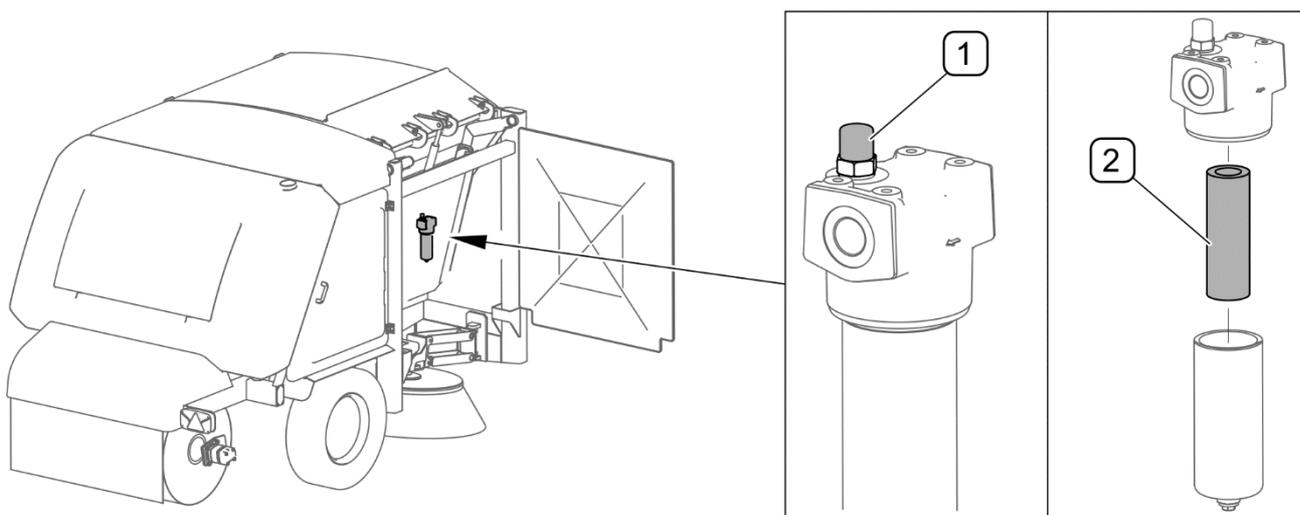
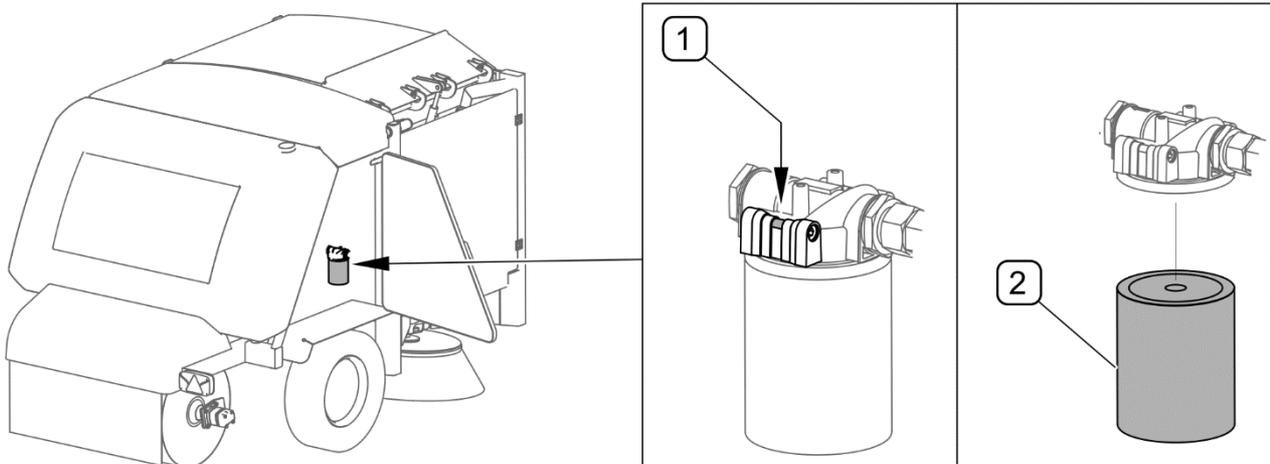

РИСУНОК 5.13 Напорный масляный фильтр
РИСУНОК 5.14 Возвратный масляный фильтр
(1) - указатель загрязненности фильтра; (2) - фильтрующий вкладыш
Напорный масляный фильтр (РИСУНОК 5.13) оснащается указателем загрязненности (1). Загрязненный вкладыш фильтра меняет цвет на красный. В рамках обслуживания гидравлической системы необходимо контролировать указатель загрязненности (1) и в случае необходимости заменить вкладыш (2). Для получения доступа к напорному масляному фильтру необходимо открыть передний правый кожух.
Для замены вкладыша напорного фильтра (РИСУНОК 5.13) необходимо:
(1) - указатель загрязненности фильтра; (2) - фильтр
Возвратный фильтр (РИСУНОК 5.14) гидравлической системы оснащается указателем загрязненности (1). Загрязненный фильтр меняет цвет на красный. В рамках обслуживания гидравлической системы необходимо контролировать указатель загрязненности (1) и в случае необходимости заменить вкладыш (2). Перед установкой нового фильтра необходимо смазать поверхность уплотнения маслом. Для доступа к возвратному фильтру необходимо открыть задний правый кожух.
Возвратный масляный фильтр (РИСУНОК 5.14) следует заменять, если при достижении рабочей температуре масла указатель загрязненности (1), размещенный на фильтре, покажет загрязнение.
При замене масла необходимо заменить напорный фильтр (РИСУНОК 5.13) и возвратный (РИСУНОК 5.14). Удаление воздуха из гидравлической системы осуществляется автоматически во время работы машины.